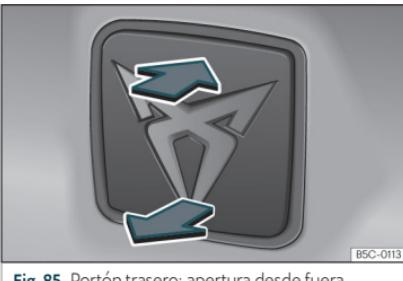

Fig. 85 Portón trasero: apertura desde fuera.
El funcionamiento del sistema de apertura del portón es eléctrico. Se activa accionando la manecilla con forma de sigla del portón **»» fig. 85**.
- Abrir: tire de la manecilla y levántela **»» fig. 85**. Se abre automáticamente.